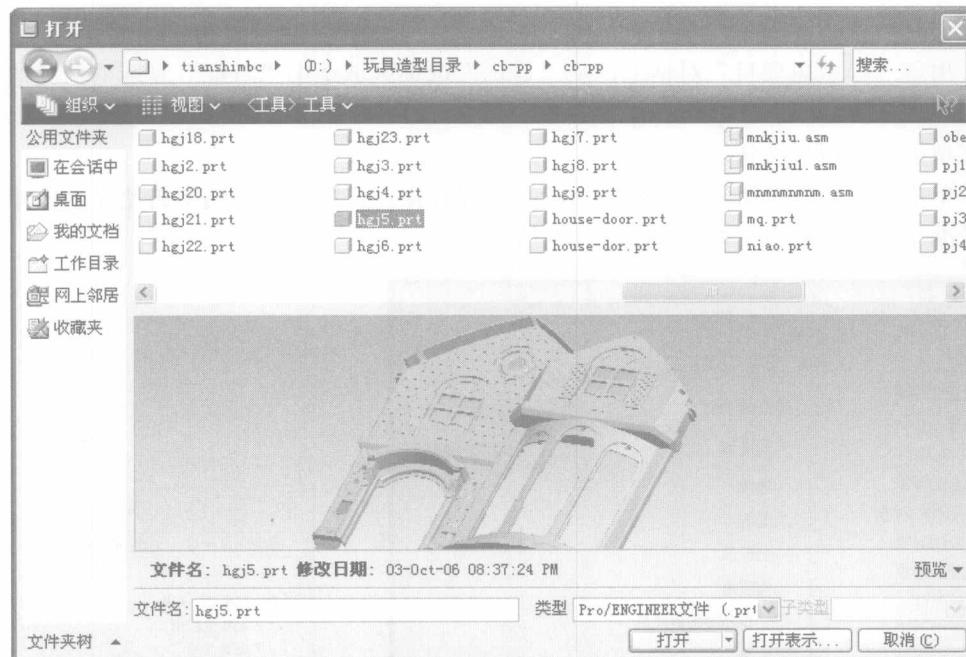

图 1-10 选择要装配的零部件
- (1) 新建一个装配文件。
- (2) 单击工具栏中的 (将元件添加到组件)按钮，或者从菜单栏中选择“插入”→“元件”→“装配”命令。
- (3) 系统出现如图 1-10 所示的“打开”对话框。通过“打开”对话框，选择要添加到组件的元件(零部件)，然后单击“打开”按钮。